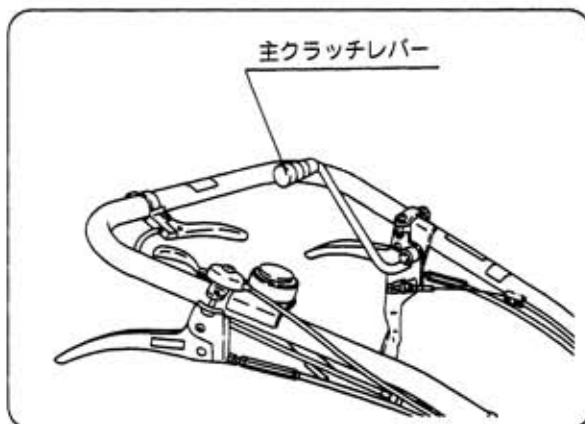

図18
- ③ 高速の「前進後進」の切換操作は主クラッチを一旦切ってからおこなってください。（図18）